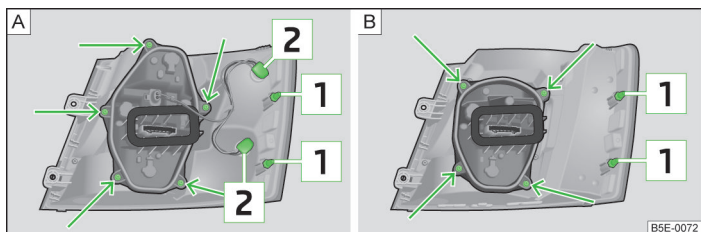

Fig. 221 Partea exterioră a lămpii: Lampa de bază / lampă cu diode LED
- > Împingeți cu atenție blocul optic spate în caroserie, astfel încât bolțurile [1] » fig. 221 la pagina 244 ale lămpii să se fixeze în suporturile din caroserie » .
- Rotiți soclul becului » fig. 221 în sens antiorar și scoateți-l din carcasa lămpii.
- Deșurubați suportul lămpii » fig. 221 - , respectiv cu șurubelnița din trusa de scule și scoateți-l din blocul optic spate.
- Rotiți soclul becului până la limită în sens antiorar și scoateți-l din carcasa lămpii » fig. 221 - , respectiv .